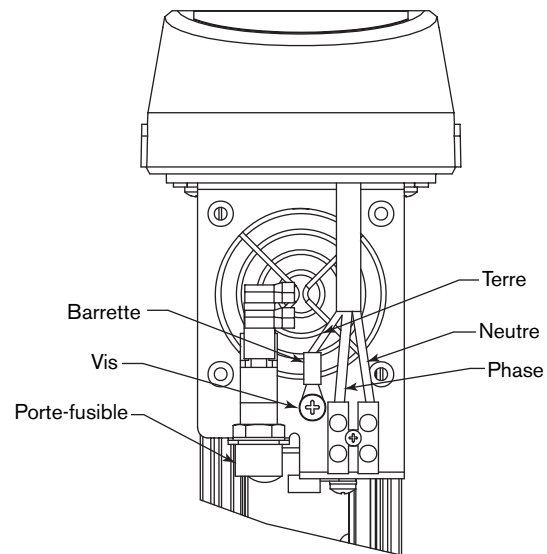

FIGURE 7 Branchement - Unités avec ventilateur
1. Avant de monter la caméra, retirez les deux vis de fixation du dôme situées à l'intérieur du boîtier. Veuillez vous référer à la figure 7.